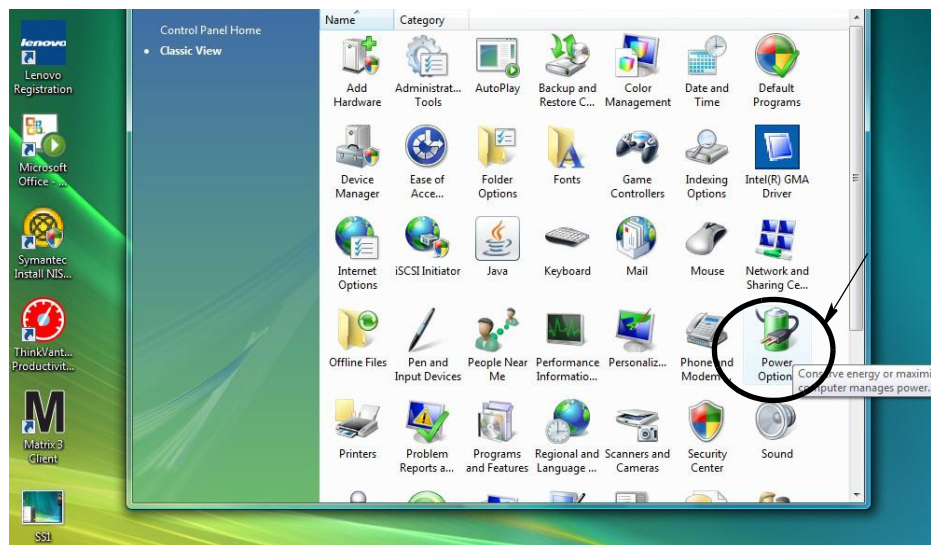

Рис. 33
2. Щелкните по значку «Электропитание» (Рис. 33).